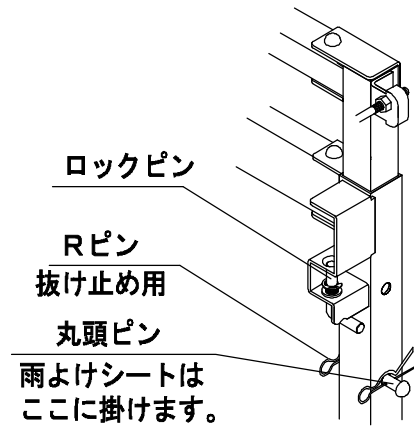

図4
- ① ロックピンを外して、梁Dを柱下の梁受けから外します。(図4参照)
- ② Rピン(抜止め用)を抜き、丸頭ピンを外します。
- ③ 変更する高さ・容量に合わせて、柱上と柱下の穴位置を合わせます。
- ④ 丸頭ピンを入れ、柱上と柱下の穴に通し、柱上と柱下を固定します。
- ⑤ 丸頭ピンにRピン(抜止め用)を差し込みます。
- ⑥ 梁Dを柱上の梁受けに入れ、ロックピンを差し込みます。